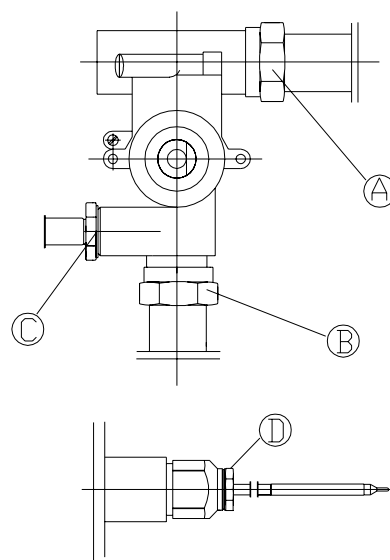

Fig. 11
a) Soltar las tuercas A ,B ,C , y D (Fig. 11)
a) Soltar los tornillos B y el racord D (Fig. 11 y 12)